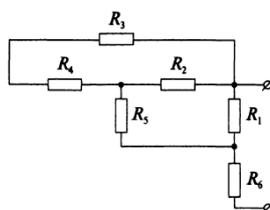

Рис. 1
2. Определить эквивалентное сопротивление цепи (рис. 1), состоящей из резисторов каждый по 10 Ом .